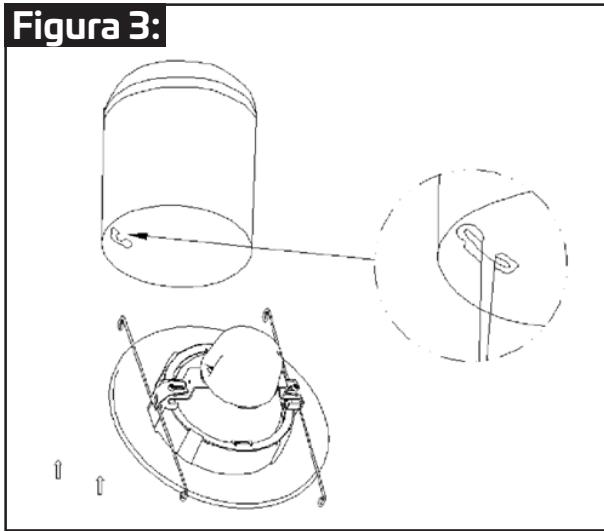

Figura 4:
PASO 5: Presione el resorte en ambos lados para que lleguen a ambos lados de la bayoneta (como se muestra en la Figura 4).